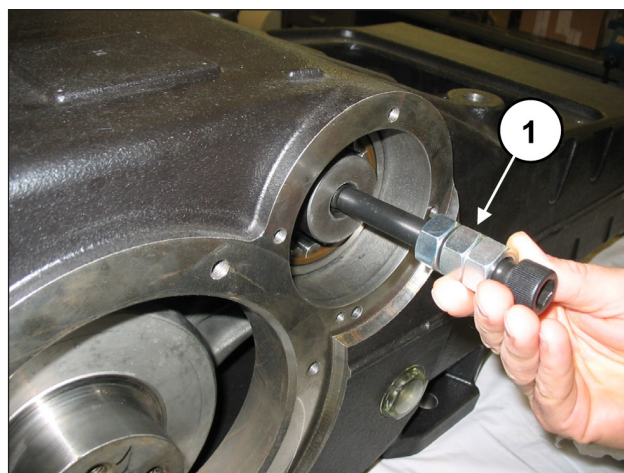

Fig. 57
Para facilitar la introducción a fondo del eje PTO dentro del cojinete, aplicar un tornillo M16 en el extremo del eje que se ha de introducir para mantenerlo alzado (pos. ①, Fig. 57).